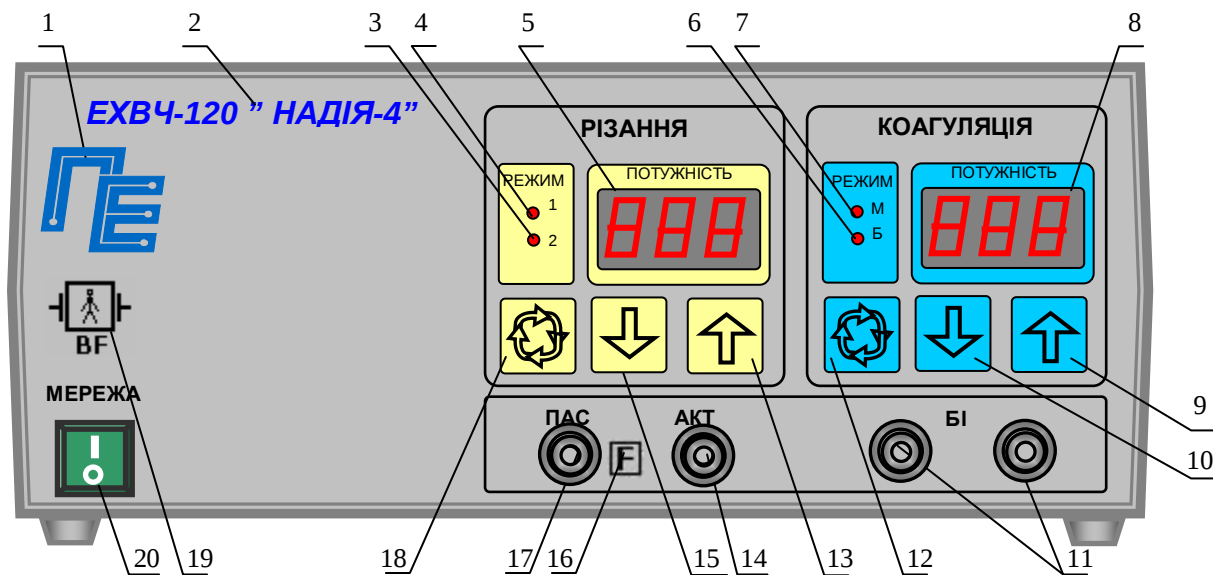
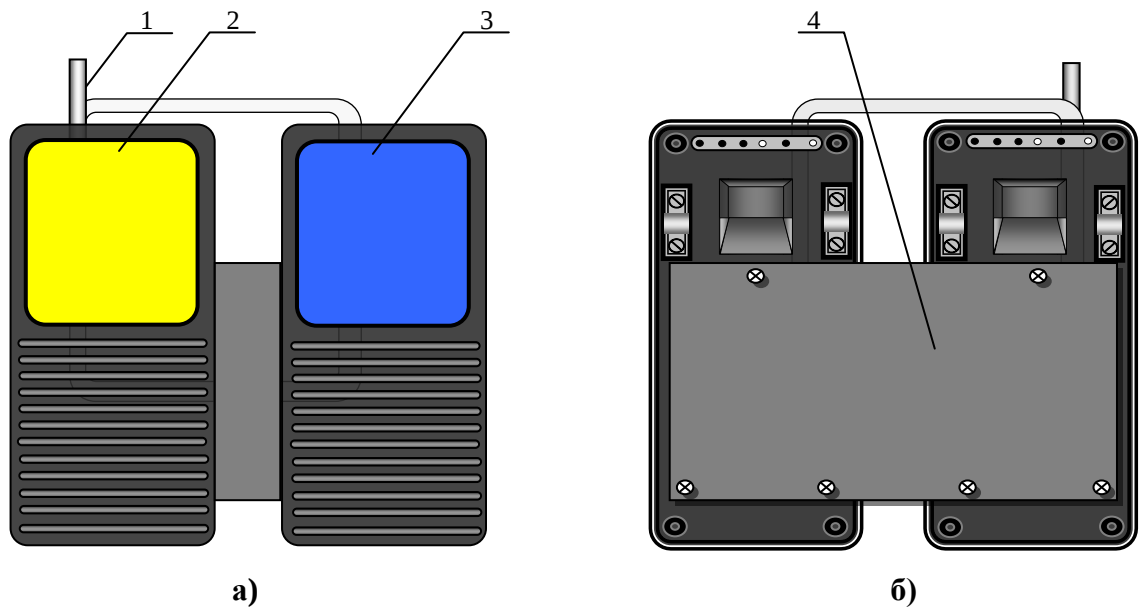

Рис.1. Передня панель електронного блоку.
Рис. 3. Ножна педаль
Конструктивно апарат виконаний у вигляді двох окремих блоків - електронного блоку (рис. 1,2) і ножної педалі (рис. 3).
На передній панелі електронного блоку розташовані наступні органи управління і індикації (рис.1):
Конструкція ножної педалі (рис.3) є підлоговою конструкцією, на якій розташовано дві рухомі платформи: ліва (2) - для включення виду роботи РІЗАННЯ, права (3) - КОАГУЛЯЦІЯ.
- включити апарат, для чого встановити вимикач “МЕРЕЖА” в положення “I”. При цьому висвітлюються індикатори: “МЕРЕЖА”, вибраних режимів роботи. На індикаторах (5,8 рис.1) висвітлюються цифри встановленого рівня вихідної потужності;
- перевірити переключення режимів роботи, для чого послідовно натискаючи кнопки (12, 18 рис.1), переконатися, що апарат послідовно перемикає режими 1, 2 для РІЗАННЯ і режимів М, Б для КООАГУЛЯЦІЯ по послідовному загорянню відповідних індикаторів (3, 4, 6, 7 рис.1);
- перевірити регулювання рівня вихідної потужності, для чого, натиснувши кнопки управління (9, 13 рис. 1), переконатися, що відбувається збільшення показань індикатора рівня вихідної потужності, а натиснувши кнопки управління (10, 15 рис.1), переконатися, що відбувається зменшення показань індикатора рівня вихідної потужності. Перевірку провести як для виду робіт РІЗАННЯ так і для виду робіт КООАГУЛЯЦІЯ. Слід пам'ятати, що встановлені рівні вихідної потужності запам'ятовуються для кожного виду і режиму роботи. Види роботи включаються тільки по черзі.